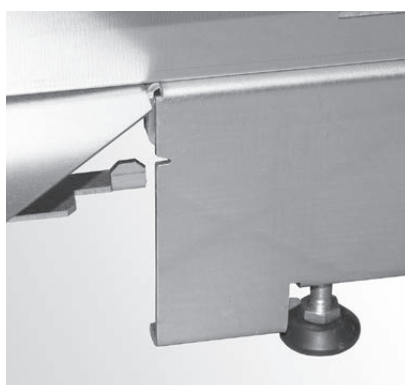
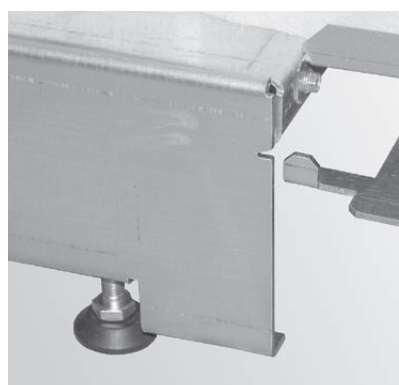

Fig. 113 Svitare il piede d'appoggio posteriore sinistro della caldaia a pellet (di 2 cm circa)
Fig. 114 Svitare il piede d'appoggio posteriore destro della caldaia a pellet (di 2 cm circa)
- ▶ Svitare i piedi d'appoggio posteriori della caldaia a pellet (di 2 cm circa) in modo da riuscire a spingere la base della caldaia a pellet sulle linguette dell'angolare di posizionamento – Fig. 113, Fig. 114. Le linguette si trovano all'interno della lamiera della base.